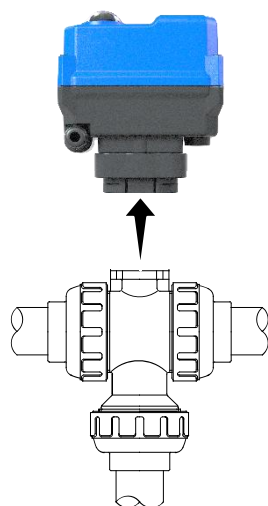

図 9.1-1
- 2) 「10.アクチュエータ着脱方法」の取り外し手順にしたがって、アクチュエータを取り外します (図 9.1-1)。